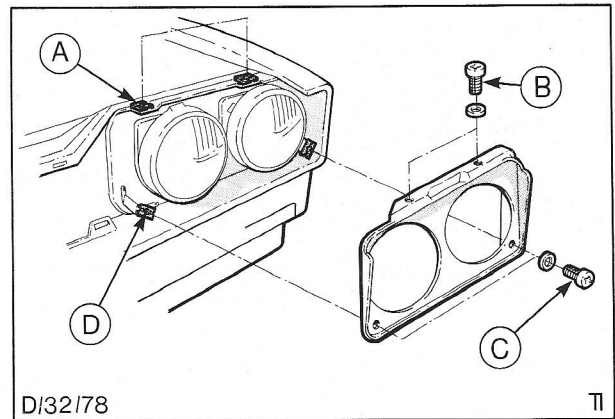

Fig. 8. Verwijderen van de koplamprand
2. Verwijder de schroeven en sluitringen uit de koplamprand en verwijder de rand, zie fig. 8.